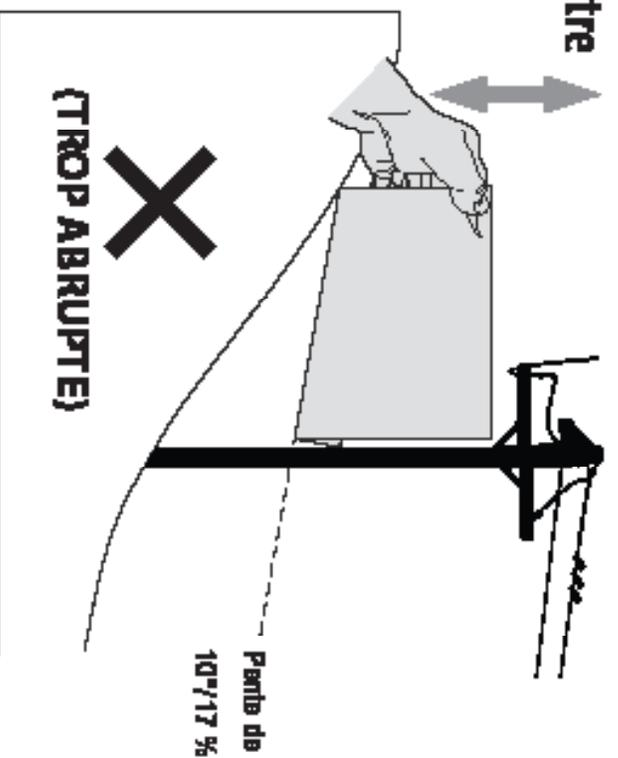

Figure 2
3. Alignez l'un des côtés de l'inclinomètre avec l'objet. Consultez la Figure 1 et la Figure 2.
4. Appuyez l'inclinomètre contre le bord de votre bras jusqu'à ce que le côté gauche indique la pente (consultez la Figure 1 et la Figure 2).